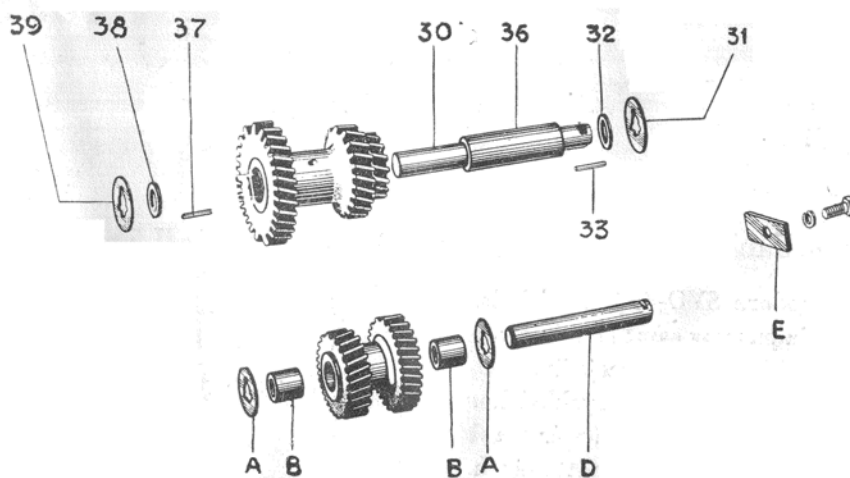

Bild 18. Mellan- och backaxlar.
5. Vänd växellådan med botten upp samt driv in mellanhjulsaxeln *bakifrån*. Spåret i axeln skall vara i rätt läge för låsbrickan (E bild 18).